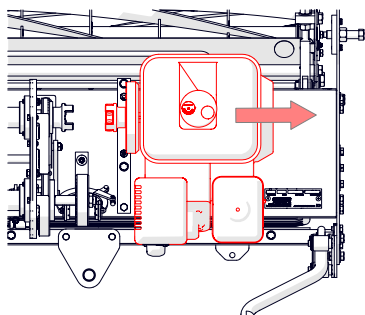

Fig.15C - Faire glisser le moteur hors de l'accouplement.
4. Vérifiez que les capuchons des réservoirs d'essence et d'huile sont correctement fermés. Faites glisser le moteur vers la droite de la machine et retirez-le en toute sécurité sur le côté (Fig.15C).